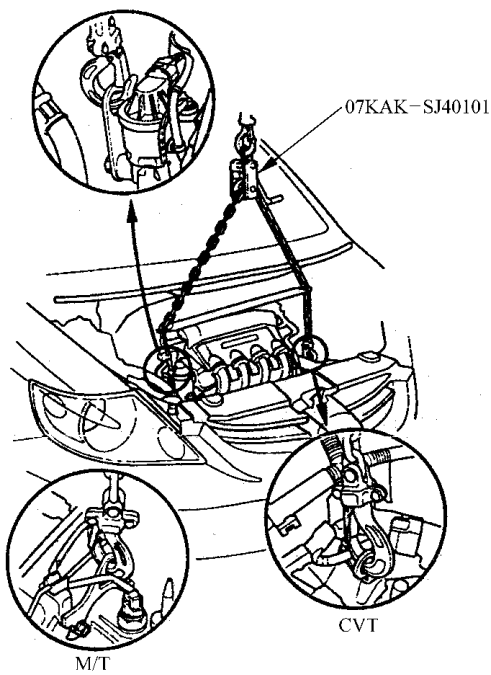

图 2-8 把发动机倾斜式吊架装置挂在发动机上
- 35) 如图 2-8 所示,把发动机倾斜式吊架装置挂在发动机上。